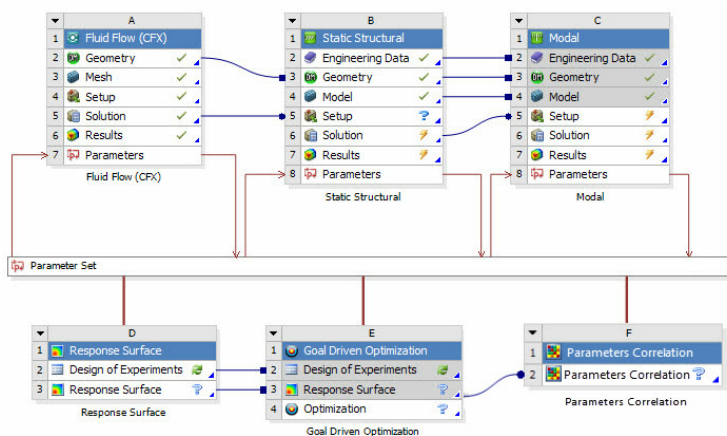

图 1-3 项目工程图示例
- 项目视图 Project Schematic——位于窗口主体的右侧，提供分析项目的图示（或称为项目工程图，如图 1-3 所示）。